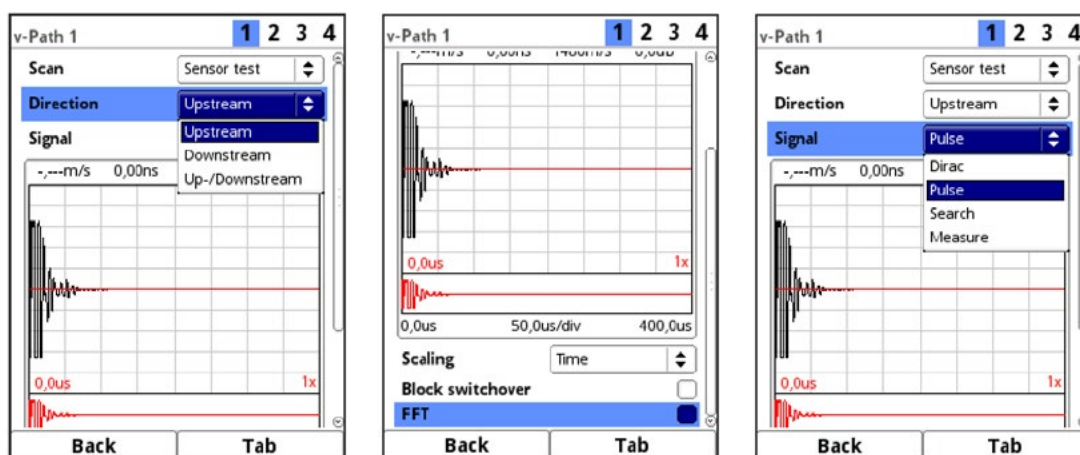

Fig. 44-6 Sensor test
- **>Sensor test<** (Fig. 44-6)